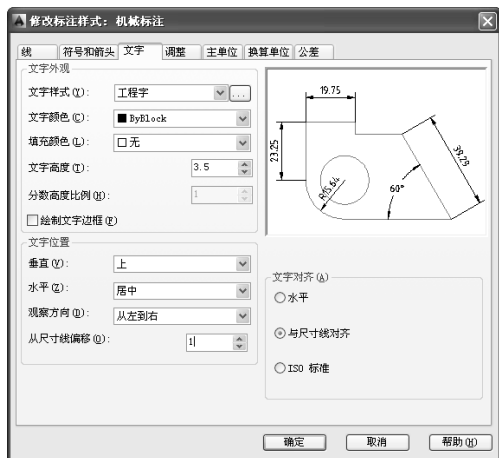

图 4-86 “修改样式”对话框
(1) 编辑尺寸样式。用户可以在如图 4-38 所示的“标注样式管理器”对话框中通过单击“修改”按钮来修改当前尺寸样式中的设置，或单击“替代”按钮设置临时的尺寸标注样式，用来替代当前尺寸标注样式的相应设置。单击“修改”按钮，系统将弹出“修改标注样式: ×××”对话框（×××为样式名），如图 4-86 所示；单击“替代”按钮，系统将弹出“替代当前样式: ×××”对话框，如图 4-87 所示。两个对话框中各选项的含义与“新建标注样式”对话框的相同。